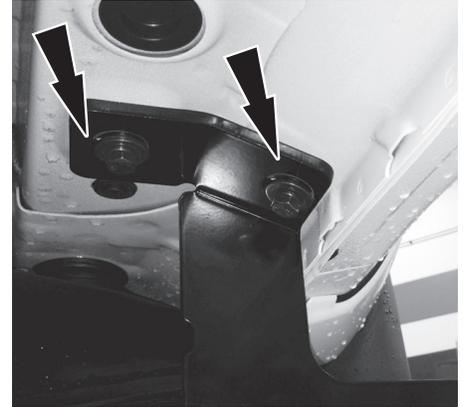

Figura 2
Alinear corriendo soportes de mesa para que las ranuras de los soportes estén alineados con los agujeros de la Etapa 2. Parcialmente adjuntar Frente soporte de montaje en el vehículo usando (2) pernos hexagonales de 8 mm, (2) de 8 mm arandelas de seguridad y (2) arandelas planas de 8 mm. No apriete completamente en este momento. (Figura 2)